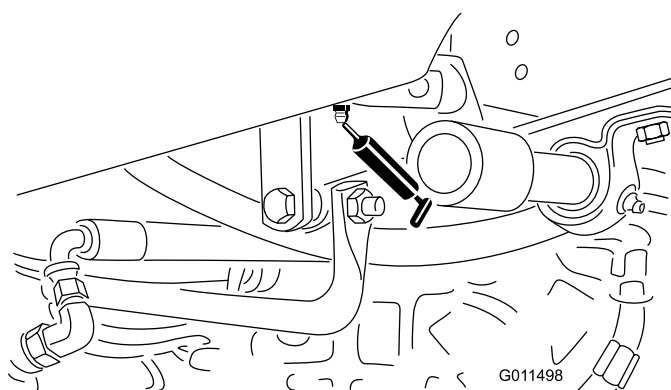

Figura 38
- Boccola girevole (1) del pedale di comando della trazione (Figura 38)